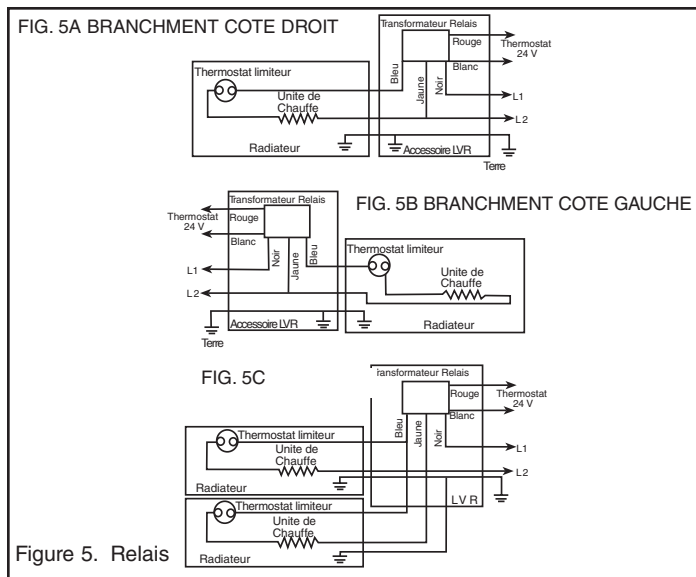

Figure 5. Relais
- Une fois toutes les connexions électriques effectuées, posez le thermostat selon les instructions de la notice du thermostat. Raccordez les fils du thermostat aux fils rouge et blanc (voir l'étape 5) au moyen de connecteurs tire-bouchon approuvés. Si d'autres radiateurs doivent être raccordés au même thermostat, suivre le schéma de la Figure 5.